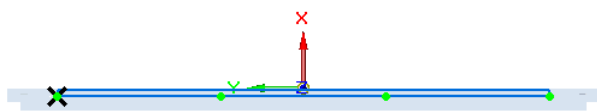

图 8.13.191 绘制矩形阵列轮廓
(4) 绘制矩形阵列轮廓。单击“特征”区域中的 **阵列** 按钮, 绘制图 8.13.191 所示的矩形。
① 定义阵列类型。在“阵列”命令条 **翻转** 后的下拉列表中选择 **固定**。
② 定义阵列参数。在“阵列”命令条 **X** 后的文本框中输入阵列个数为 4, 输入间距为 525; 在“阵列”命令条 **Y** 后的文本框中输入阵列个数为 1; 单击右键确定。
③ 单击 **完成** 按钮, 退出草绘环境。
(5) 单击 **完成** 按钮, 完成特征的创建。